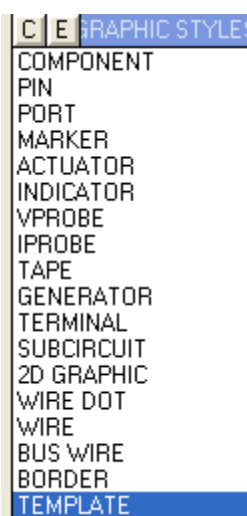

Figura 10: Ferramenta *Template* para inclusão de cabeçalho, *graphic style*.
3. Abrirá a janela do *graphic style* no seletor de objetos. Clique sobre **TEMPLATE**, como mostra figura 10.